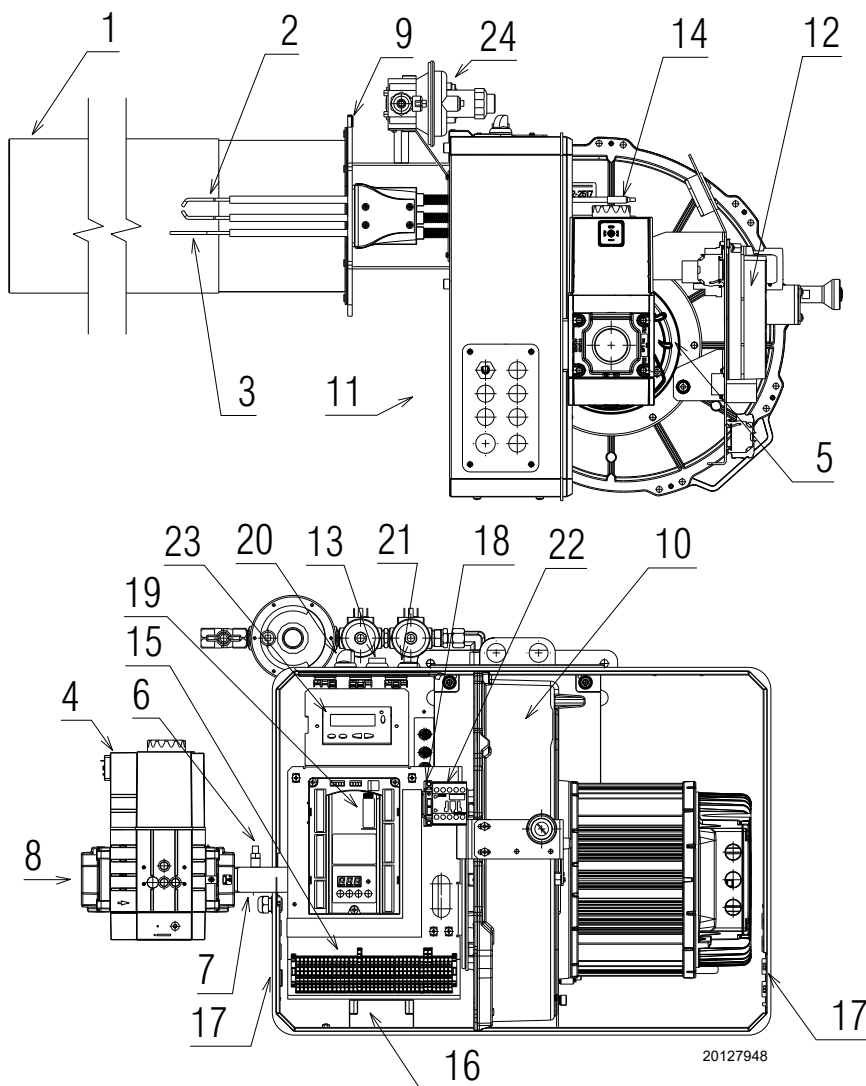

Fig. 2
- (1) Conditions de référence : Température ambiante 20° C - Température du gaz 15° C - Pression barométrique 1 013 mbar - Altitude 0 m s.n.m.
- (2) Pression gaz en entrée 8)(Fig. 2 à la page 10) avec pression zéro dans la chambre de combustion et à la puissance maximale du brûleur.
- (3) Pression sonore mesurée dans le laboratoire de combustion du constructeur, avec le brûleur fonctionnant sur la chaudière d'essai, aux puissances maximale, moyenne et minimale de modulation. La Puissance sonore est mesurée selon la méthode « Free Field », prévue par la Norme EN 15036 et conformément à la classe de précision « Accuracy : Category 3 », comme décrit par la Norme EN ISO 3746.
l'allumage du bouton 13) (Fig. 2) signale que le brûleur s'est bloqué.